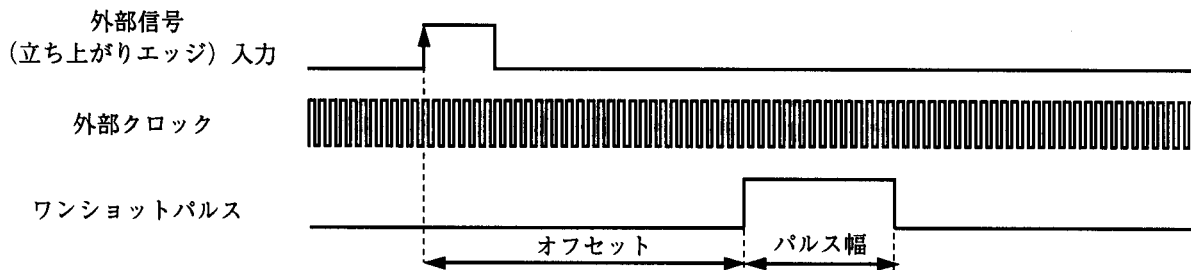

図1 ワンショットパルス出力
- (1) 図1に示すように外部信号の立ち上がりに同期してワンショットパルスを出力します。オフセットは外部クロックカウンタ値、パルス幅は内部クロックカウンタ値を設定します。外部信号の立ち上がり時にオフセット及びパルス幅を設定し、割り込み処理不要でハードウェアのみでパルスを出力します。
- (2) 外部信号の立ち上がりからのオフセットおよびパルス幅は以下に示す範囲で可変できます。